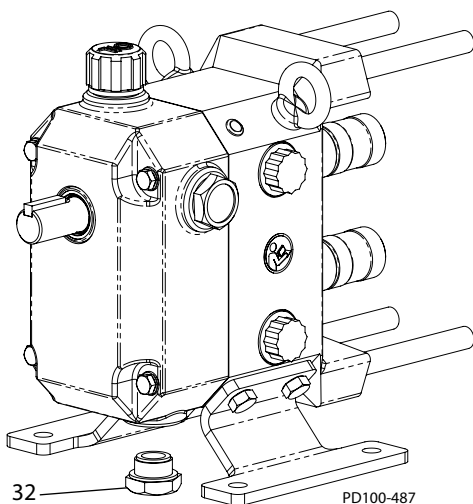

Figure 37 - Retirez le bouchon de vidange d'huile
1. Retirez le bouchon de vidange du bas (Figure 37, objet 32) et vidangez l'huile dans un récipient approprié. Jetez l'huile usagée en respectant les exigences locales.